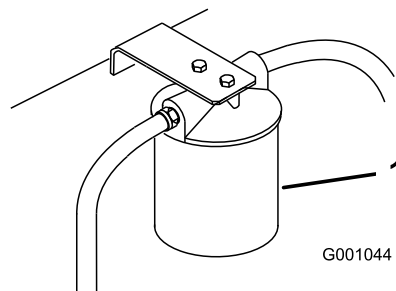

Figure 69
3. Placez un bac de vidange sous le filtre, déposez le filtre usagé et essuyez la surface du joint de l'adaptateur (Figure 69).